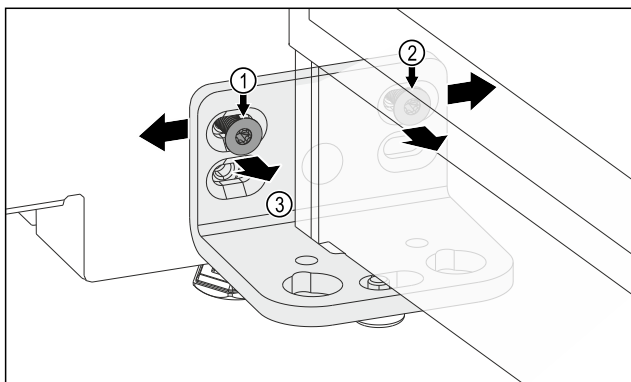

Fig. 12
- ▶ Odvijte vijak Fig. 12 (1) in vijak Fig. 12 (2). Za vijak Fig. 12 (2) potrebujete kratek kotni izvijač.
- ▶ Vrata s kotnikom tečaja Fig. 12 (3) prestavite v levo.
- ▶ Vrata s kotnikom tečaja Fig. 12 (3) prestavite v desno.
- ▶ Končni položaj vrat je dosežen: Privijte vijak Fig. 12 (1) in vijak Fig. 12 (2).